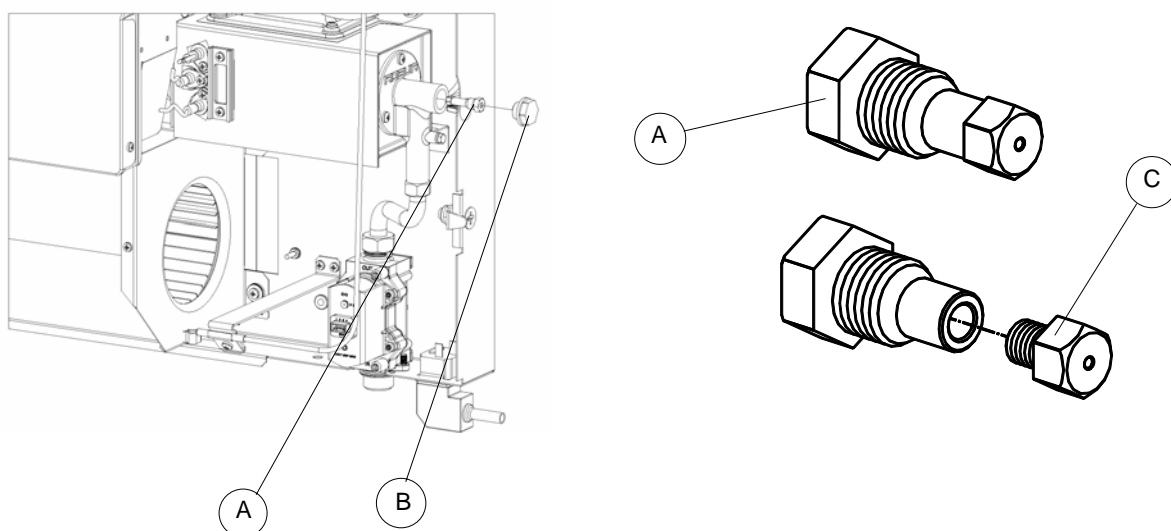

Figura 17 – Particolare gruppo bruciatore e dettaglio portaugello e ugello calibrato
3. Con una chiave n.19 svitare il tappo B (vedi Figura 17).
4. Con una chiave a tubo n.10 introdotta nell'apertura, svitare il portaugello A (vedi Figura 17).
5. Svitare dal portaugello A l'ugello calibrato C e sostituirlo (vedi Figura 17).